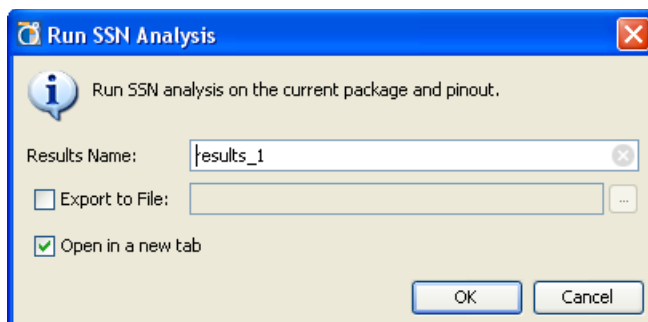

図 8-30 : [Run SSN Analysis] ダイアログ ボックス
1. Flow Navigator または [Tools] メニューから [Run Noise Analysis] をクリックします。図 8-30 に示す [Run WASSO Analysis] ダイアログ ボックスが開きます。